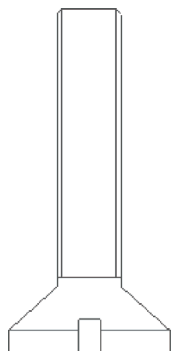

图 3-22 旋转草图
STEP 04 单击“完成”按钮，即可旋转草图，效果如图 3-22 所示。